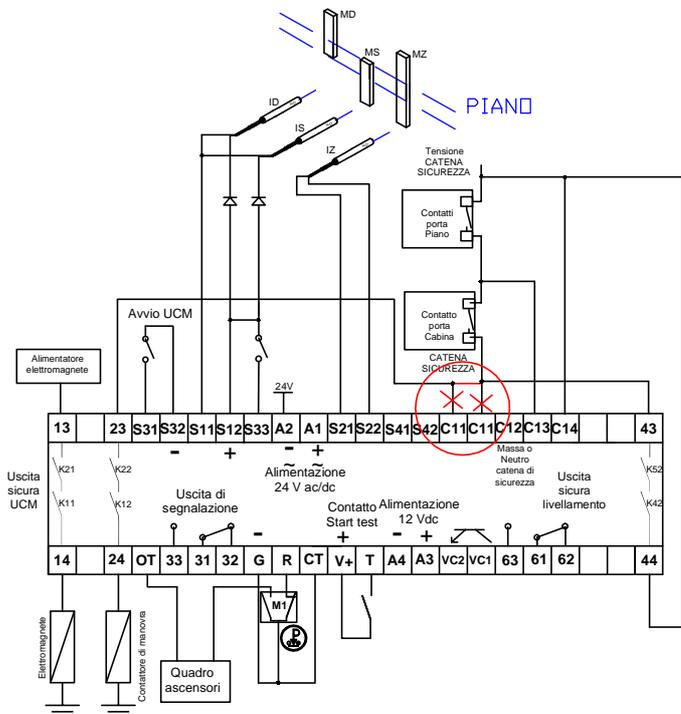

FIG. 1 TEST MOVIMENTO INCONTROLLATO
- 4) Sconnettere l'ingresso C11 e chiudere la catena di sicurezza come indicato in fig.1 (allegatoA)